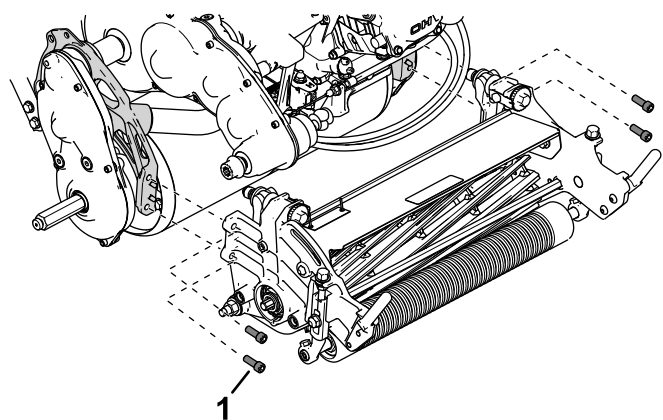

図4
3. ソケットヘッドねじ4本でカッティングユニットを機体に取り付ける図4。